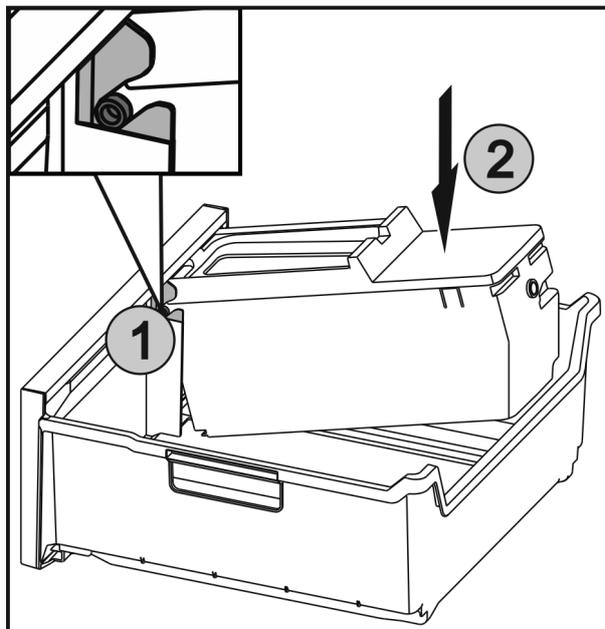

Fig. 57
- ▶ Die Achsen Fig. 57 (1) an EasyTwist-Ice in die Führungen einschieben und die hintere Seite Fig. 57 (2) bis die Lasche einrastet drücken.